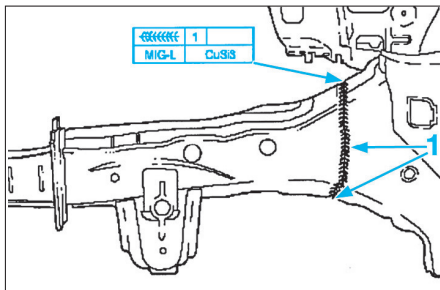

FIG. 13
- Souder complètement le longeron intérieur et extérieur (Fig.13).